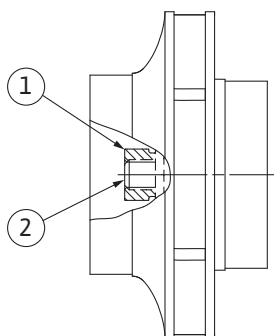

Fig. 111: Pumphjulmutterns korrekta position efter installationen
8. Håll fast axeln med en blocknyckel (nyckelvidd 22 mm) och dra åt pumphjulmuttern med det föreskrivna åtdragmomentet (se tabellen "Åtdragmoment" [► 34]). Muttern (Fig. 111, pos. 1) måste ligga an mot axeländan (Fig. 111, pos. 2) med ungefär  $\pm 0,5$  mm. Om så inte är fallet måste muttern lossas och steg 4 till 8 upprepas.
9. Ta bort blocknyckeln och montera skyddsplattan (Fig. I, pos. 27) igen.